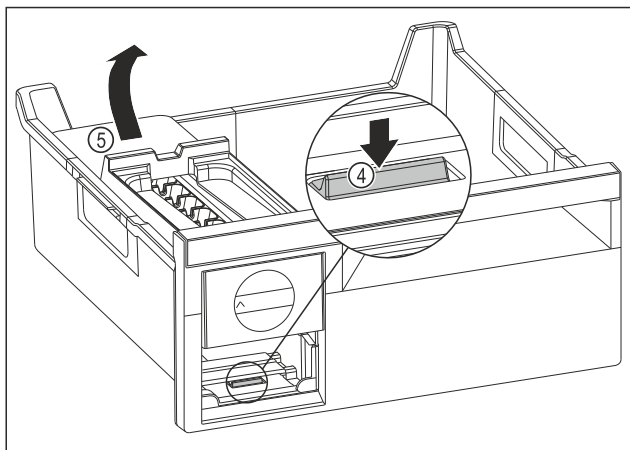

Fig. 136
- ▶ Вийняти корпус EasyTwist-Ice: натиснути накладку Fig. 136 (4) пальцем вниз і одночасно підняти корпус EasyTwist-Ice Fig. 136 (5) ззаду іншою рукою.